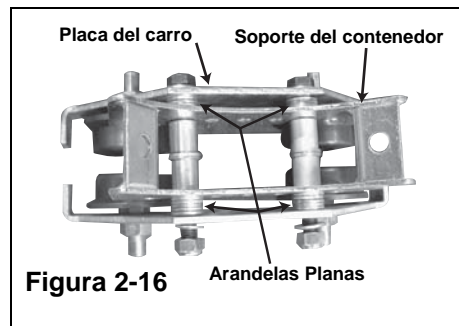

Figura 2-15
- Paso 1. Coloque el gancho superior sobre el soporte del contenedor desplazado con respecto del costado de la guía del cable. (Consulte la Figura 2-15)
- Paso 2. Instale el perno de cabeza hexagonal de 1/2-13 x 4 pulgadas con dos (2) arandelas de 1/2 a través del ensamble del gancho superior y el soporte del contenedor.